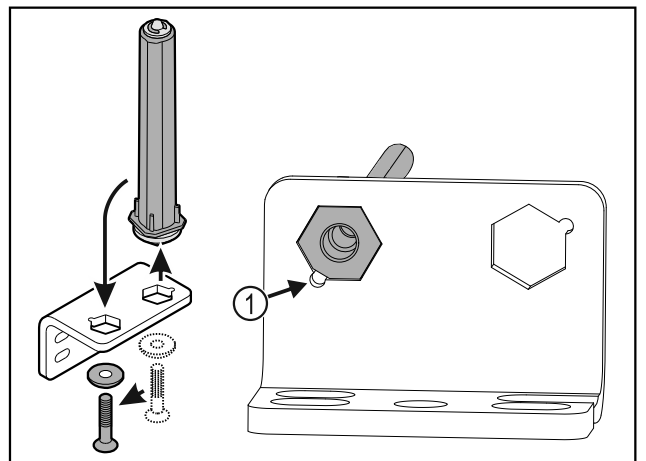

Fig. 24
- ▶ 在安装时请注意，让螺栓斜面 Fig. 24 (1) 朝向圆孔。